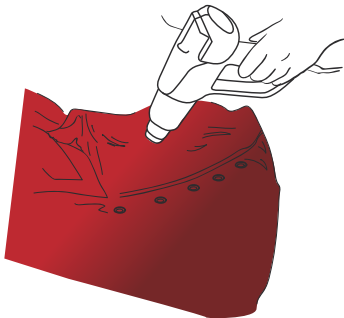

Abbildung 26
- › Erhitzen Sie dann jede Niete erneut auf 80 °C bis 90 °C. (Abb. 26)